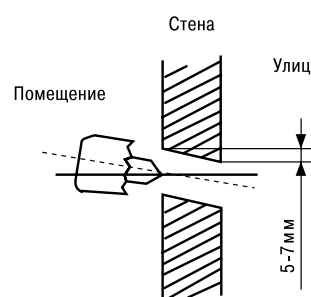

Рис. 4
- Определите расположение отверстия относительно монтажной пластины. Просверлите одно отверстие Ø65 мм с небольшим уклоном вниз изнутри наружу. (как показано на рис. 4).